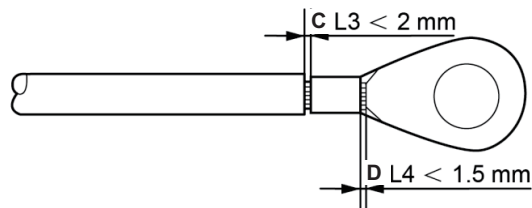

Figura 5.8 Decapar o fio
4. Insira o fio desencapado na área de crimpagem do terminal OT e use a braçadeira hidráulica para crimpar o terminal ao fio (veja figura 5.8).